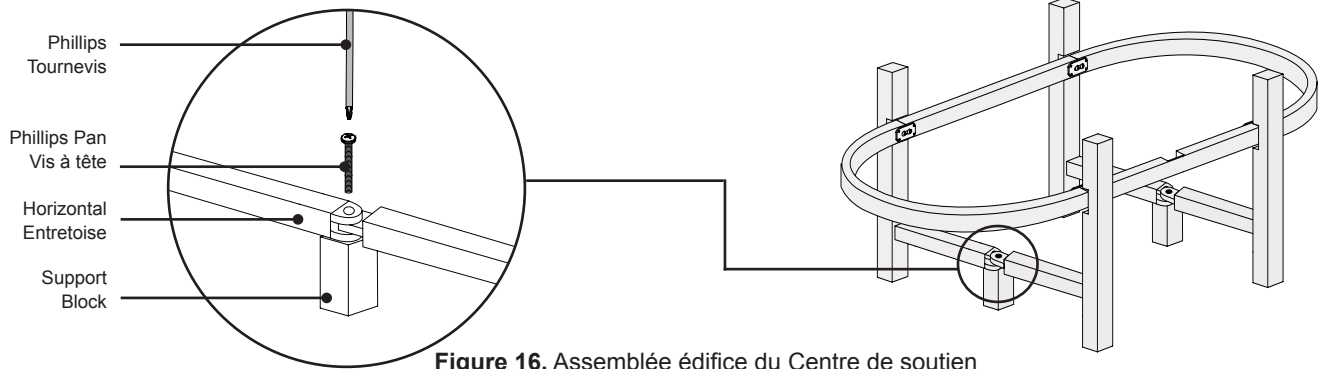

Figure 16. Assemblage édifice du Centre de soutien
- ❶ Installez le support de blocs de centre en les plaçant sous chaque support axe horizontal (Figure 16).
- ❷ Aligner les trous de fixation des entretoises horizontales avec le trou de montage sur chaque bloc de support.
- ❸ Insérer et serrer à l'aide d'un tournevis, deux (2; 1 de chaque bloc de support) vis à tête Phillips.
- ❹ Utilisez un niveau pour s'assurer que le cadre en bois est de niveau.
- ❺ Si elle n'est pas de niveau, utilisez le bouton de réglage du pied (situé sous chaque bloc de soutien) à régler correctement le niveau de l'armature en bois.